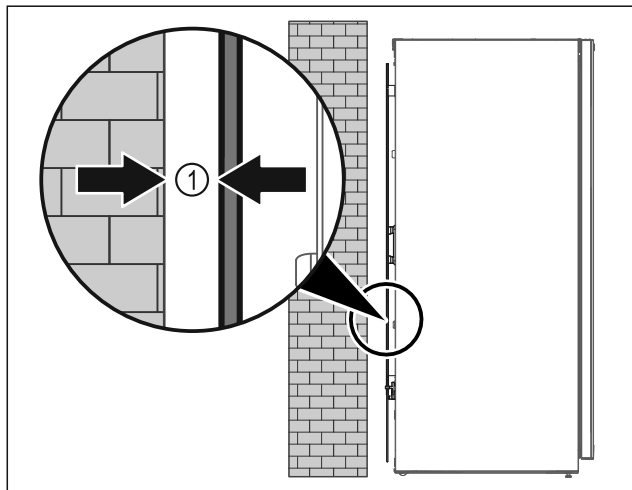

Fig. 9
- ▶ Zariadenie inštalujte voľne v priestore alebo priamo na stenu v minimálnej vzdialenosti 5 mm Fig. 9 (I).